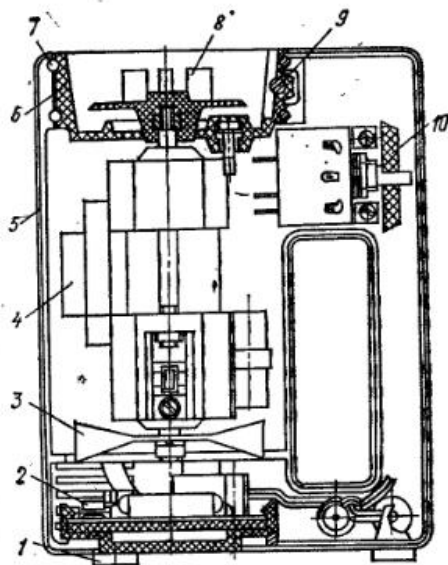

Рис. 61. Электропривод электромиксера-взбивалки:
пластмассового корпуса 5 (рис. 61), две половины которого соединены стяжными винтами, с встроенными коллекторными электродвигателем 4, полупроводниковым регулятором 2 тока и резистором 10 (с переменным сопротивлением) с выключателем. Подача напряжения на электродвигатель производится поворотом маховичка резистора по часовой стрелке. Электродвигатель крепится в корпусе электропривода через резиновые амортизаторы 7. На свободных концах вала электродвигателя расположены с одной стороны вентилятор 3, а с другой стороны — пластмассовая полумуфта 8. В верхней части корпуса электропривода расположено основание 6. Конус основания служит для сопряжения с приставками — взбивалкой, миксером, кофемолкой. Приставки удерживаются в основании корпуса электропривода с помощью поворотного
*Разборка электропривода.* Отвернуть четыре шурупа и вскрыть корпус 5 (см. рис. 61) электропривода. Продуть электродвигатель от пыли и протереть коллектор салфеткой, смоченной в бензине. Проверить состояние угольных щеток и пружин; при высоте щеток менее